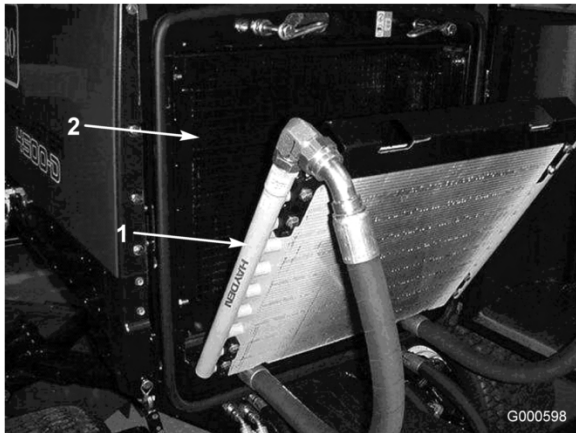

Figura 53
3. Desloque o dispositivo de arrefecimento de óleo para trás. Limpe os dois lados do dispositivo de arrefecimento de óleo e a zona do radiador (Figura 53) com ar comprimido.